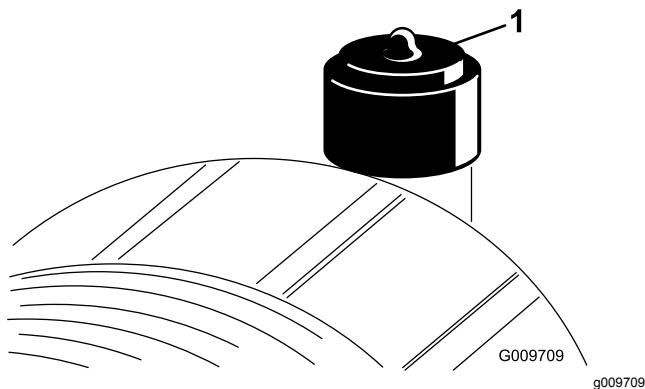

Figura 80
Faça a manutenção ao filtro de ar apenas quando o indicador de manutenção (Figura 80) o exigir. Mudar o filtro de ar antes de ser necessário aumenta a possibilidade de entrar sujeidade no motor quando se retira o filtro.
2. Reinicie o indicador (Figura 80) se este se apresentar vermelho.